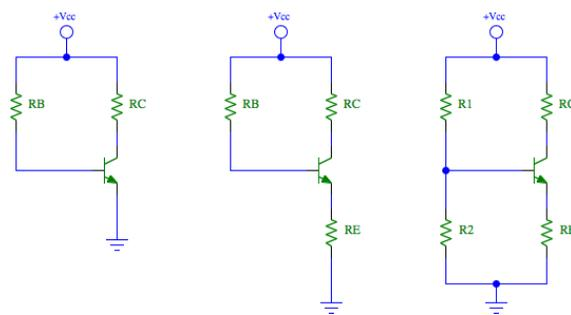

Figura 4.2: Amplificadores básicos en configuración Emisor-Común.
1. Calcule los valores de las resistencias para los amplificadores mostrados en la Figura 4.2 con el procedimiento visto en clase.
2. Arme los circuitos mostrados en la Figura 4.2 utilizando los valores de componentes previamente calculados.
4. Mida el punto Q (V_{CEQ}, I_{CQ}) para cada una de las configuraciones mostradas en la Figura 4.2 a por lo menos 4 temperaturas diferentes